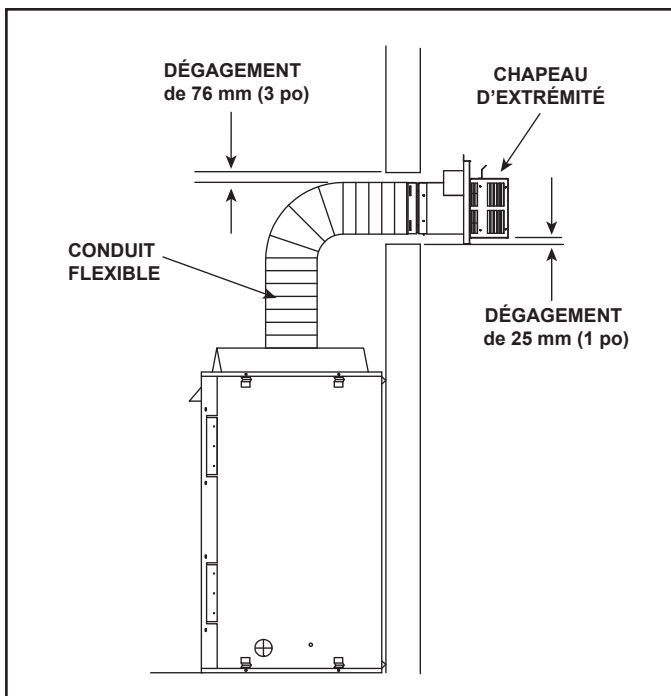

Figure 4.8 Conduit d'évacuation flexible – Foyer générique illustré
Le conduit doit être soutenu chaque fois qu'il change de direction et partout où un dégagement avec les matériaux inflammables doit être garanti. Une installation simple « vers le haut et à l'extérieur » (figure 4.8) ne nécessite que les supports nécessaires à maintenir les dégagements par rapport aux matériaux inflammables. Cependant, le point d'attache du conduit d'évacuation et les pare-feux sont considérés comme étant des supports.
**Remarque :** La hauteur H totale DOIT être réduite de 25 % quand on utilise un conduit d'évacuation flexible, sauf pour une installation simple vers le haut et vers l'extérieur. Voir la figure 4.8.
**Remarque :** La hauteur H totale **DOIT** être réduite de 25 % quand on utilise un conduit d'évacuation flexible, sauf pour une installation simple vers le haut et vers l'extérieur. Voir la figure 4.8.